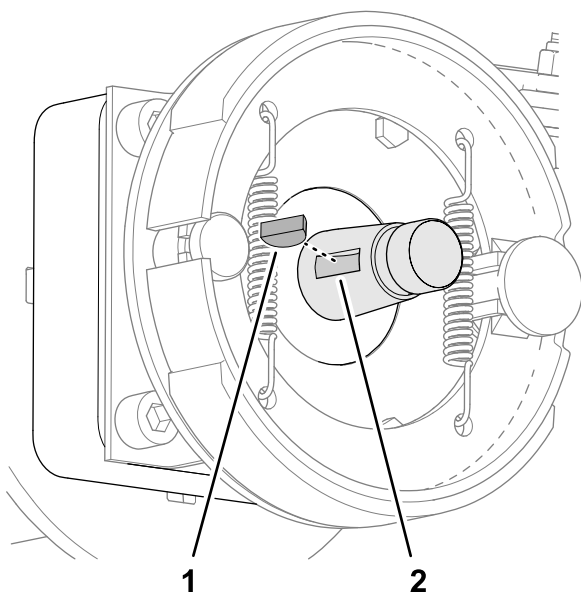

Bild 67
5. Entfernen Sie die Passfeder von der Radmotorwelle (Bild 67).